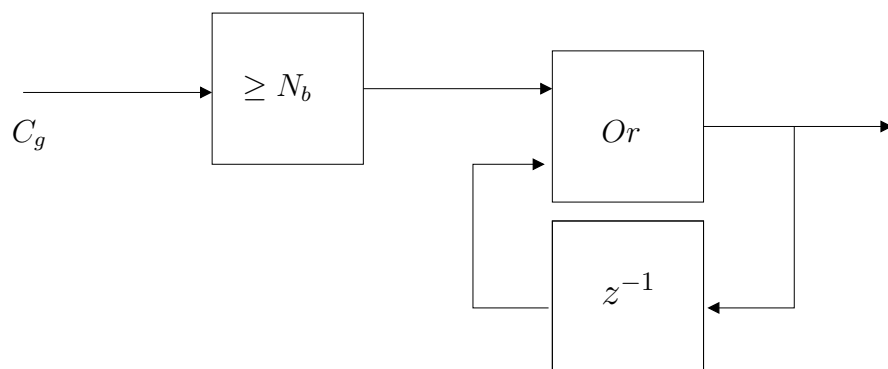

FIGURE 1 – Mémorisation de l'événement de détection de couleur blanche.
- Pour détecter une séquence de valeurs "Blanc-Noir-Blanc", il faut mémoriser, par exemple, l'événement qu'un capteur voit la couleur "Blanc". Pour ceci, on peut utiliser un bloc "Logical Or" dont une entrée est connectée à la sortie d'un comparateur (voir la Figure 1 où N_b est le seuil de la couleur blanche).